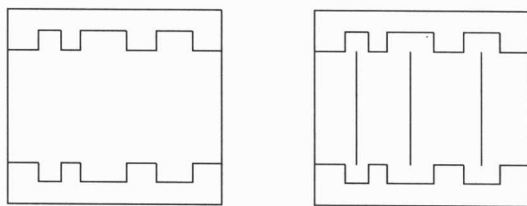

图1-13
**【练习1-13】：** 打开附盘文件“1-13.dwg”，利用 LINE 命令并结合两点间中点捕捉功能，将图 1-13 中的左图修改为右图。